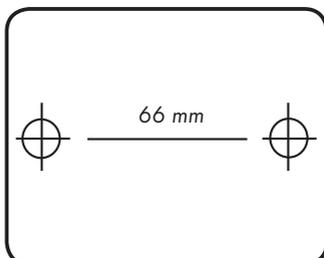
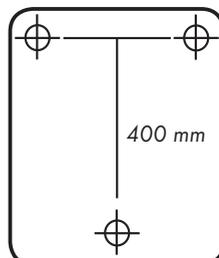

Abb. 2: Bohrlöcher
Abb. 3: Bohrlöcher
1. Markieren Sie die 2 Bohrlöcher unter Berücksichtigung der in Abbildung 2 angegebenen Abstände. Bei der Montage mit Handtuchhalter werden 3 Bohrlöcher benötigt. (Abb. 3)